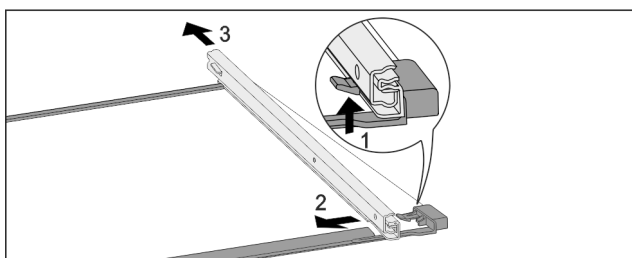

Fig. 205 Tablette en verre avec rails
- Pousser le crochet d'enclenchement avant vers le bas. Fig. 205 (1)
- Pousser le rail télescopique vers le côté Fig. 205 (2) et vers l'arrière Fig. 205 (3).